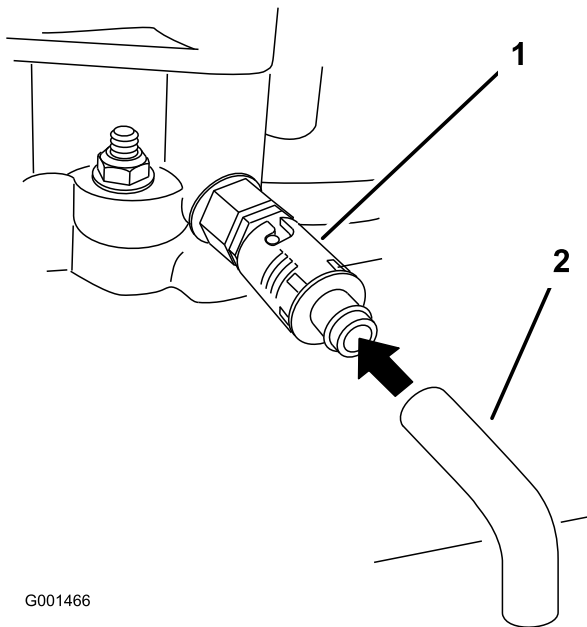

Figura 23
- Coloque un recipiente debajo del tubo de vaciado. Gire la válvula de vaciado para que se drene el aceite (Figura 23).
- Retire el tubo de vaciado (Figura 23).